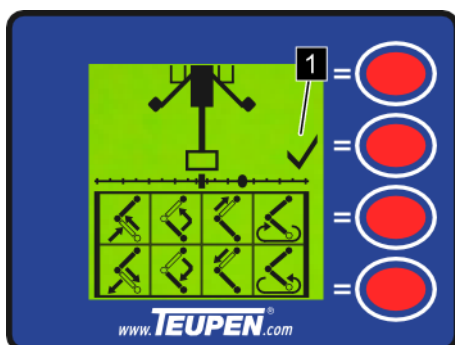

Abb. 136: Transportstellung
6. ➤ Bühne weiter in Richtung Transportstellung schwenken, bis die Transportstellung durch ein Häkchen (Abb. 136/1) im Display angezeigt wird.